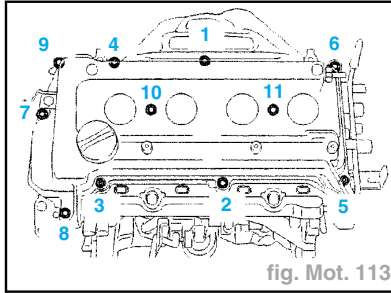

fig. Mot. 113
- Serrer uniformément les boulons et les écrous en plusieurs passes, suivant l'ordre indiqué. Serrer au couple prescrit de **1,00 daN.m** (fig. Mot. 113).